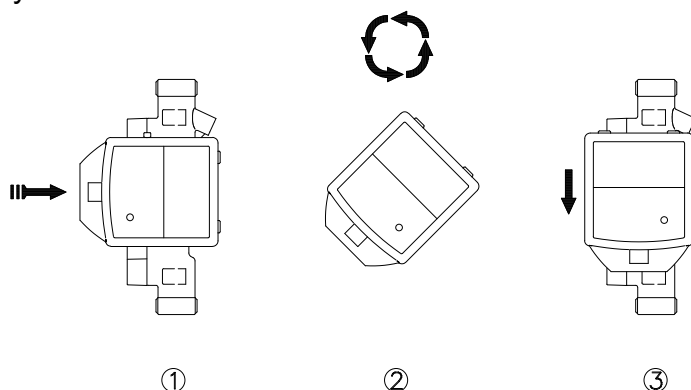

Рисунок 2.2 - Установка электронного блока на ППР
2.7.4 Температура окружающей среды ЭБ не должна превышать 55 °С. Не допускайте попадания прямых солнечных лучей. Электронный блок без дисплея на первичном преобразователе расхода может быть установлен как вдоль, так и поперек (рисунок 2.2). Снимите электронный блок с первичного преобразователя расхода, поверните его в нужное положение и вновь установите его на место.